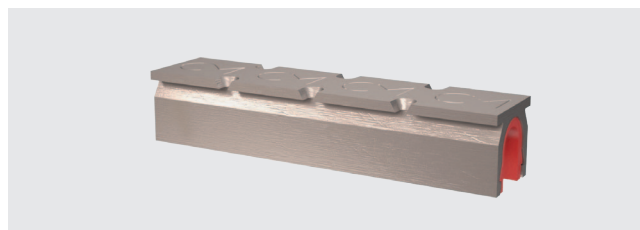

Fig. 5
- Partie femelle micro** (Fig. 5) **T = Titane pur**
5. Partie femelle T (avec gaines de friction interchangeables G) (Fig. 5)